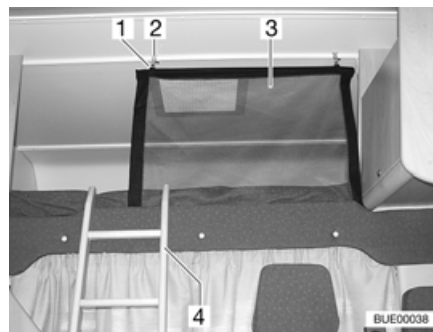
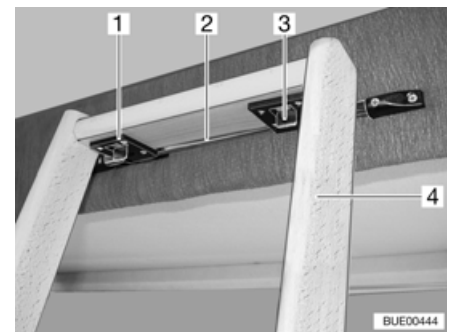

Bild 100 Alkovenbett
Bild 101 Aufstiegsleiter, Verriegelung
Zum Besteigen des Alkovenbetts die serienmäßig beigelegte Aufstiegsleiter (Bild 100,4 und Bild 101,4) benutzen.
- Die Leiter mit den beiden Haken (Bild 101,1) in die Stange (Bild 101,2) an der Alkovenblende einhängen.
- Die beiden Verriegelungen (Bild 101,3) nach vorne schieben.
Das Sicherungsnetz (Bild 100,3) ist serienmäßig zwischen Matratze und Lattenrost verstaut. Das Sicherungsnetz erst aufspannen, wenn sich die Personen bereits im Alkoven befinden.
- Die Halterung (Bild 100,1) in die Ösen an der Decke (Bild 100,2) einhängen.